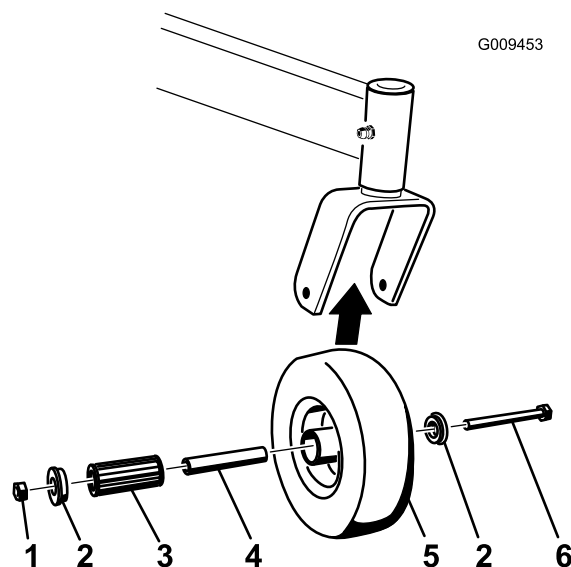

Figure 60
1. Enlevez le contre-écrou et le boulon de fixation de la roue pivotante à la chape (Figure 60).
2. Enlevez une bague, puis sortez la douille pour clé et le roulement à rouleaux du moyeu de roue (Figure 60).
3. Enlevez l'autre bague du moyeu, puis nettoyez la graisse et les saletés éventuellement présentes dans le moyeu (Figure 60).
4. Examinez l'usure du roulement à rouleaux, des bagues, de la douille pour clé et de l'intérieur du moyeu. Remplacez les pièces endommagées ou usées (Figure 60).
5. Pour le remontage, placez une bague dans le moyeu de la roue. Lubrifiez le roulement à rouleaux et la douille pour clé, et insérez-les dans le moyeu. Mettez la deuxième bague dans le moyeu (Figure 60).
6. Montez la roue pivotante dans la chape à l'aide du boulon et du contre-écrou. Serrez le contre-écrou jusqu'à ce que la base de la douille pour clé soit en appui contre l'intérieur de la chape (Figure 60).